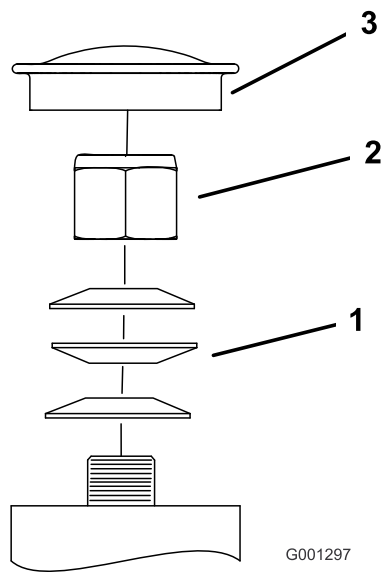

Figura 76
3. Retire el tapón guardapolvo de la rueda giratoria y apriete la contratuerca (Figura 76).
4. Apriete la contratuerca hasta que las arandelas de muelle estén planas, luego afloje $\frac{1}{4}$ de vuelta para establecer la pre-carga correcta de los cojinetes (Figura 76).
Importante: Asegúrese de que las arandelas de muelle están correctamente instaladas, según se muestra en Figura 76.
5. Coloque el tapón anti-polvo (Figura 76).